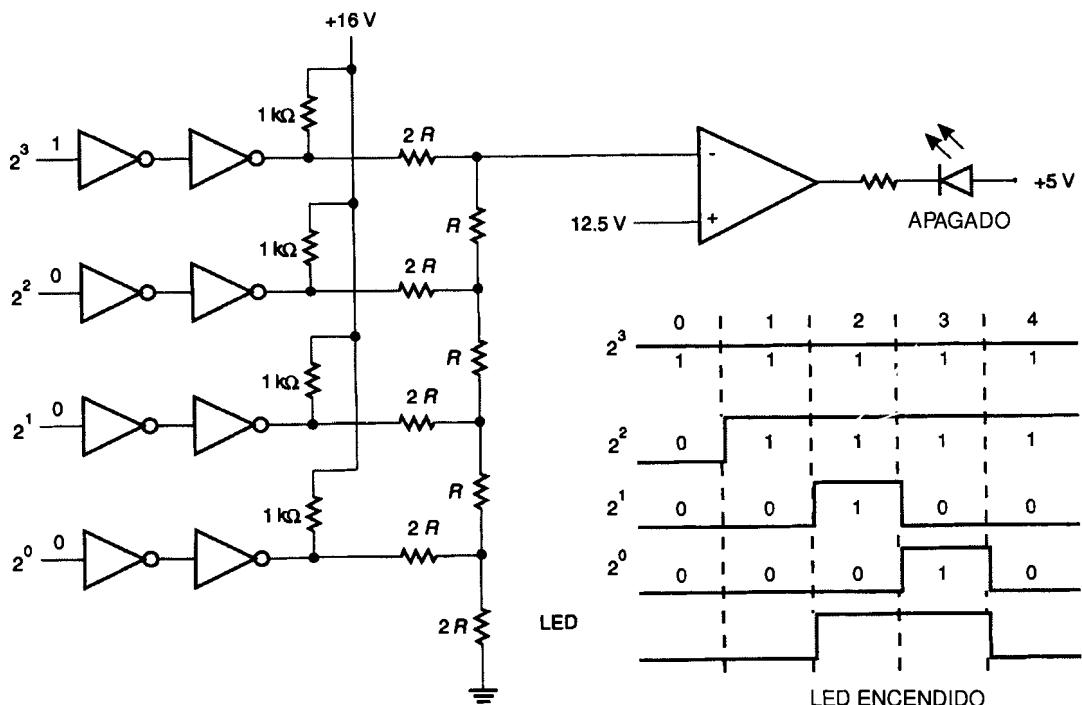

FIGURA 13-14 Método de aproximaciones sucesivas para la conversión A/D
Para estudiar esta técnica, se utilizará el convertidor D/A y el comparador de voltaje de la figura 13-14. Para determinar el número binario correcto con el **método de aproximaciones sucesivas**, primero se pone en 1 lógico el bit más significativo del convertidor D/A. A continuación se compara la salida del convertidor D/A con el voltaje de entrada analógico a medir y se observa si ésta es mayor o menor. Si el voltaje generado por el convertidor D/A es menor, entonces se deja el bit más significativo en 1 lógico. Si es mayor este bit se pone en el nivel BAJO, es decir en 0 lógico. En el ejemplo de la figura 13-14, el LED está apagado, lo que indica que el número binario 1000 es muy pequeño. Por consiguiente, se deja el 1 en la posición más significativa y se pone en la siguiente posición un 1 lógico. Ahora se tiene el
5. Dibuje la forma de onda de la salida analógica del convertidor A/D de aproximaciones sucesivas de la figura 13-14 si se aplica a la entrada un voltaje de 5.5 V. [5]